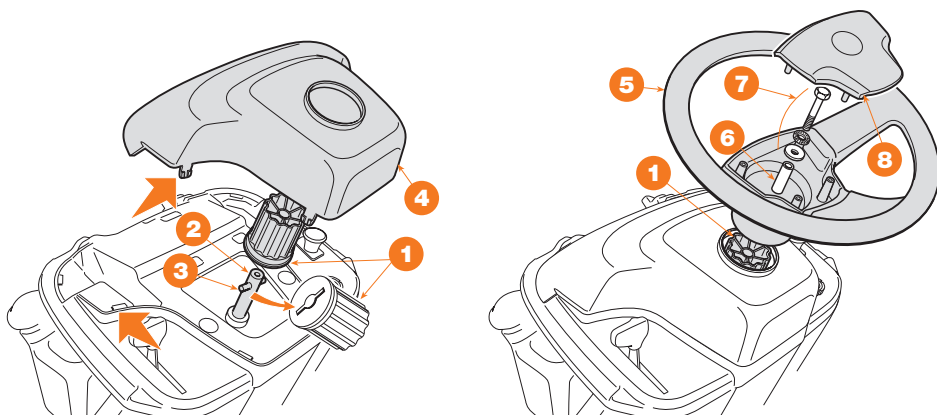

Рис. 3
- Установите втулку **1** на вал **2**, стараясь, чтобы штифт **3** был правильно вставлен в гнездо втулки (Рис. 3).